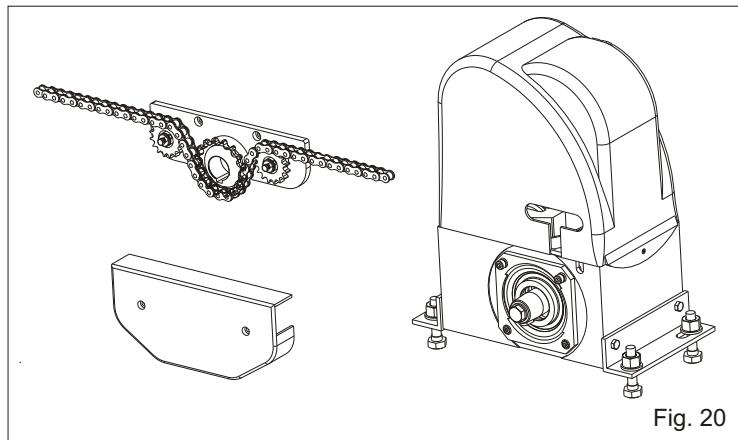
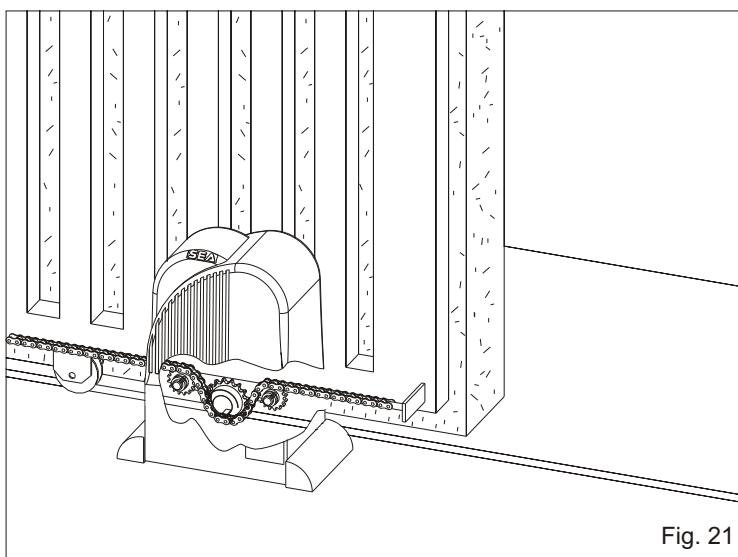
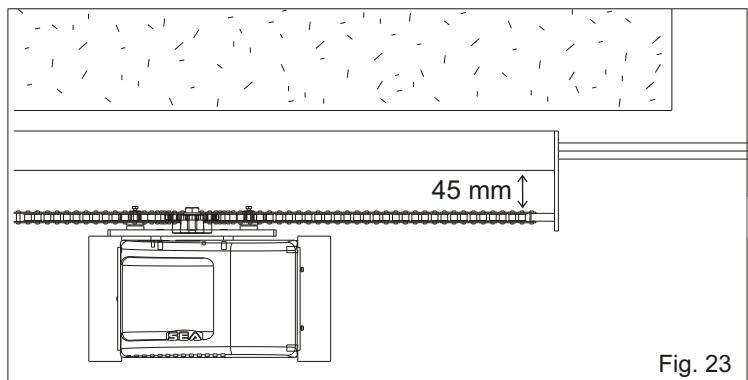
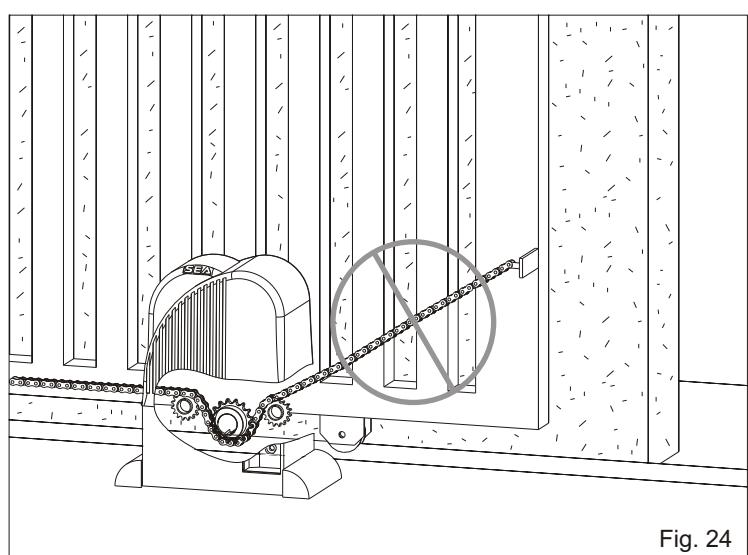

Fig. 20
Fig. 21
Fig. 23
Fig. 24
El montaje de las partes principales que incluyen la total automación a cadena es ilustrado en Fig. 20.
En las Fig. 21 y 22 es posible ver la correcta instalación respectivamente con cancela abierta y cerrada; notar el recorrido obligado de la cadena al interior del grupo piñón que no tiene que ser modificado.
**Nota:** Los agujeros por el tensor de cadena y así la misma cadena tienen que estar a una distancia mínima de 45 mm (Fig. 23).
**10.2.** Instalar la cadena haciéndola pasar por el grupo piñón como en Fig. 20. La cadena tiene que estar siempre en línea, verticalmente (Fig. 21) y horizontalmente (Fig. 23), si no está perfectamente alineada (Fig. 24 y 25) puede causar un descarrilamiento de la misma desde el grupo piñón o se arriesga un esfuerzo mayor por el motorreductor habiendo así un funcionamiento incorrecto de la implantación.